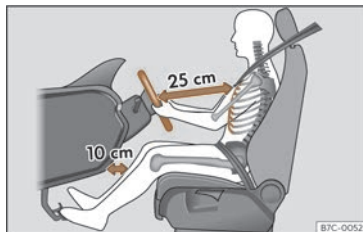

Fig. 13 La separación correcta entre el conductor y el volante debe ser de 25 cm como mínimo (10 pulgadas).
- Ajuste el volante de modo que quede a una distancia de, por lo menos, 25 cm (10 pulgadas) del esternón >>> **fig. 13** y lo pueda sujetar con ambas manos por los lados, por la parte exterior, con los brazos ligeramente flexionados.